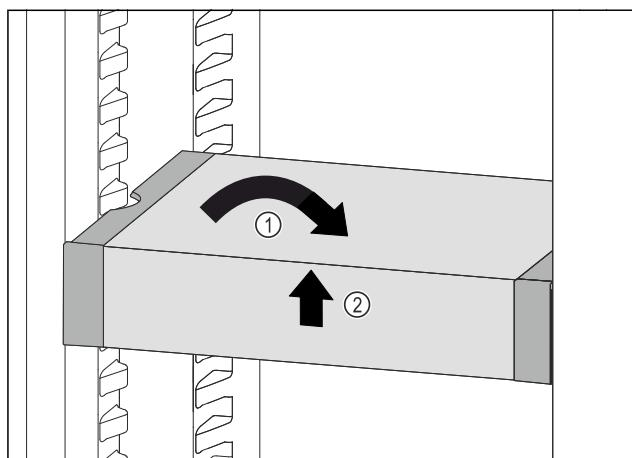

Fig. 64
- Вирівняти VarioSafe. Fig. 64 (1)
- Підняти VarioSafe спереду. Fig. 64 (2)